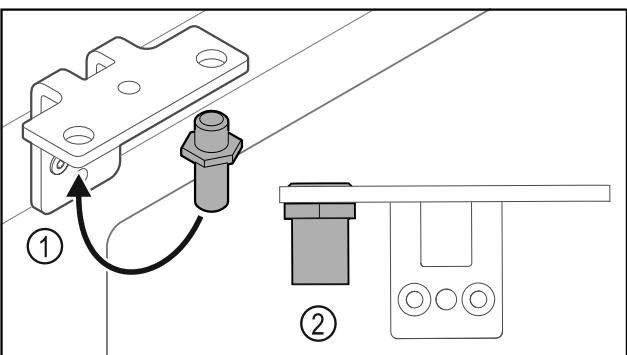

Fig. 32
- Premjestite svornjake Fig. 32 (1) u kutnim šarkama.
- Pritegnite svornjake Fig. 32 (2) **okretnim momentom od 12 Nm**.